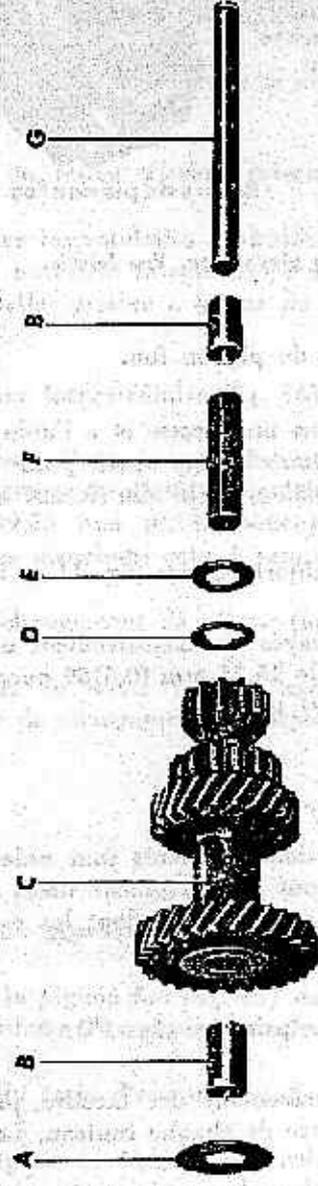

FIGURE 14. — Train d'engrenages de l'arbre intermédiaire. Vue éclatée
H. — Démontez le train d'engrenages d'arbre intermédiaire (fig. 14).
6) Train d'engrenages d'arbre intermédiaire (fig. 14).
8) Axe de pignon fou et de train intermédiaire (fig. 14 et 15).
12) Rondelles de butée d'arbre intermédiaire (fig. 14).
13) Bagues d'axe intermédiaire (fig. 14).
B. — Mise en place du train d'engrenages d'arbre intermédiaire (fig. 14).